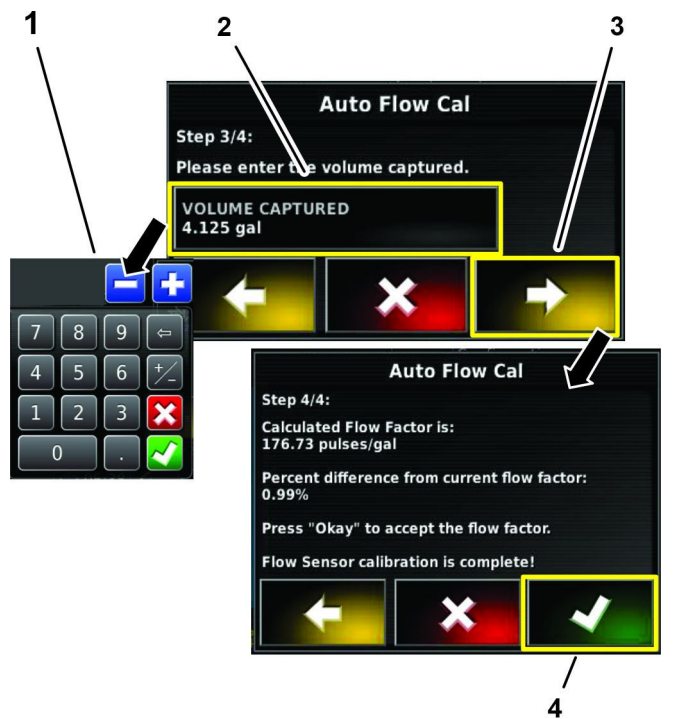

Figura 173
1. Na etapa 3 de 4 no assistente de calibração automática da taxa de fluxo, pressione o ícone VOLUME RECOLHIDO, introduza o volume de fluido convertido na etapa 4 de Cálculo do Volume Pulverizado em 60 segundos \(página 70\) com o teclado virtual e, em seguida, pressione o ícone Confirmar (Figura 173).
2. Pressione o ícone Avançar (Figura 173).
3. Na etapa 4 de 4 no assistente de calibração automática da taxa de fluxo, pressione o ícone Confirmar (Figura 173).